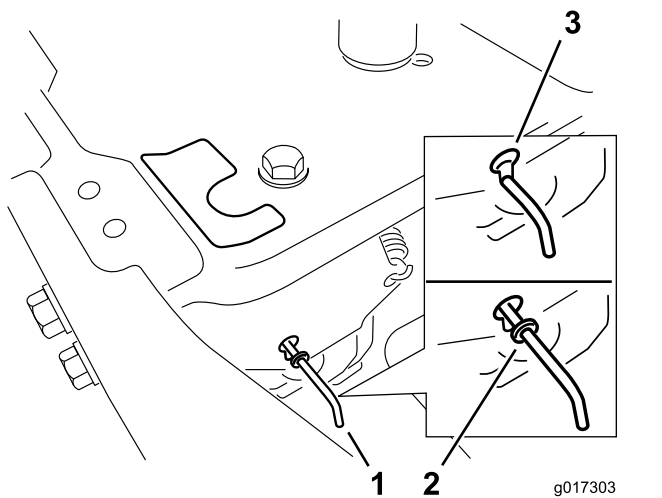

Figura 20
4. Mueva las palancas de desvío hacia delante a través del orificio y hacia abajo para bloquearlas en esa posición (**Figura 20**).
Mueva las palancas de desvío hacia atrás a través del orificio y hacia abajo para bloquearlas en esa posición, según se muestra en Figura 20.